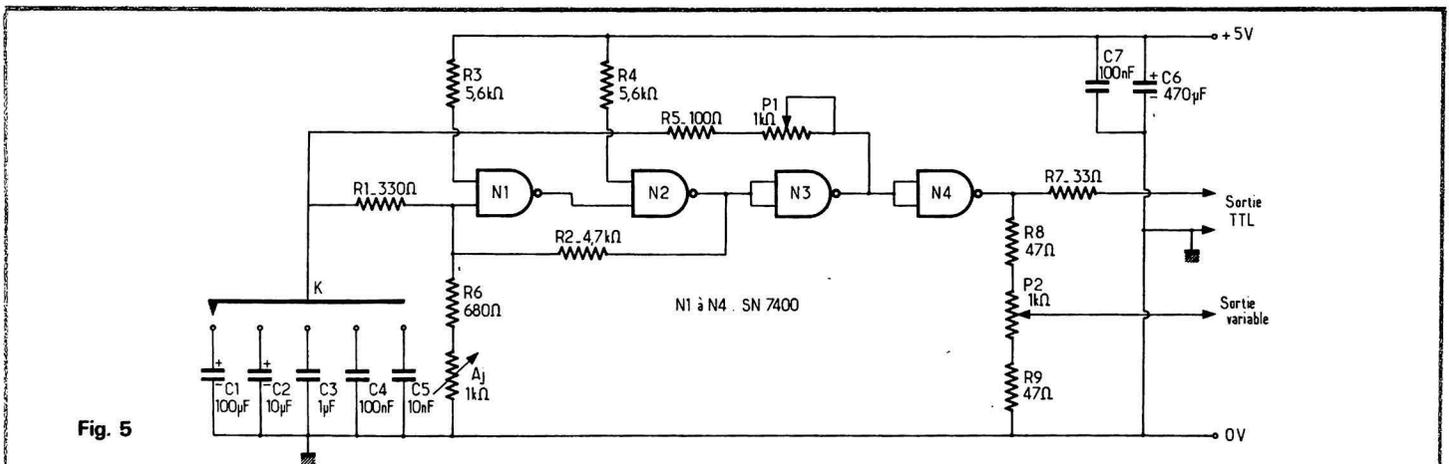

Fig. 5
On le trouvera à la figure 5. Dans cette dernière, on reconnaît la succession des trois
- Condensateurs :  $C_1$  à  $C_5$  : voir texte et figure 5 ;  $C_6$  : 470  $\mu$ F (10 V) ;  $C_7$  : 100 nF